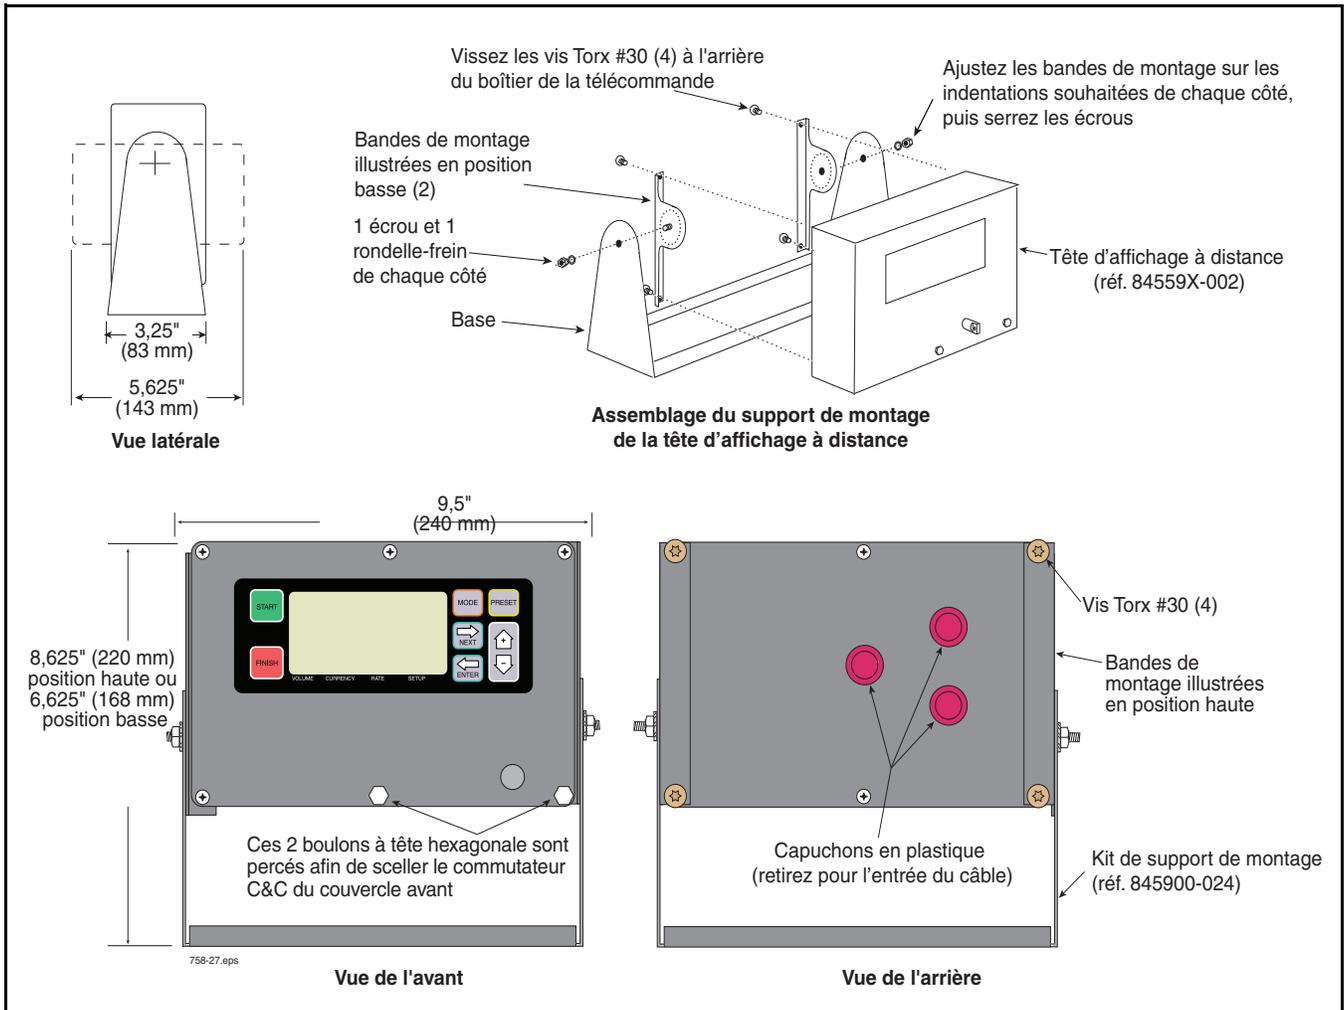
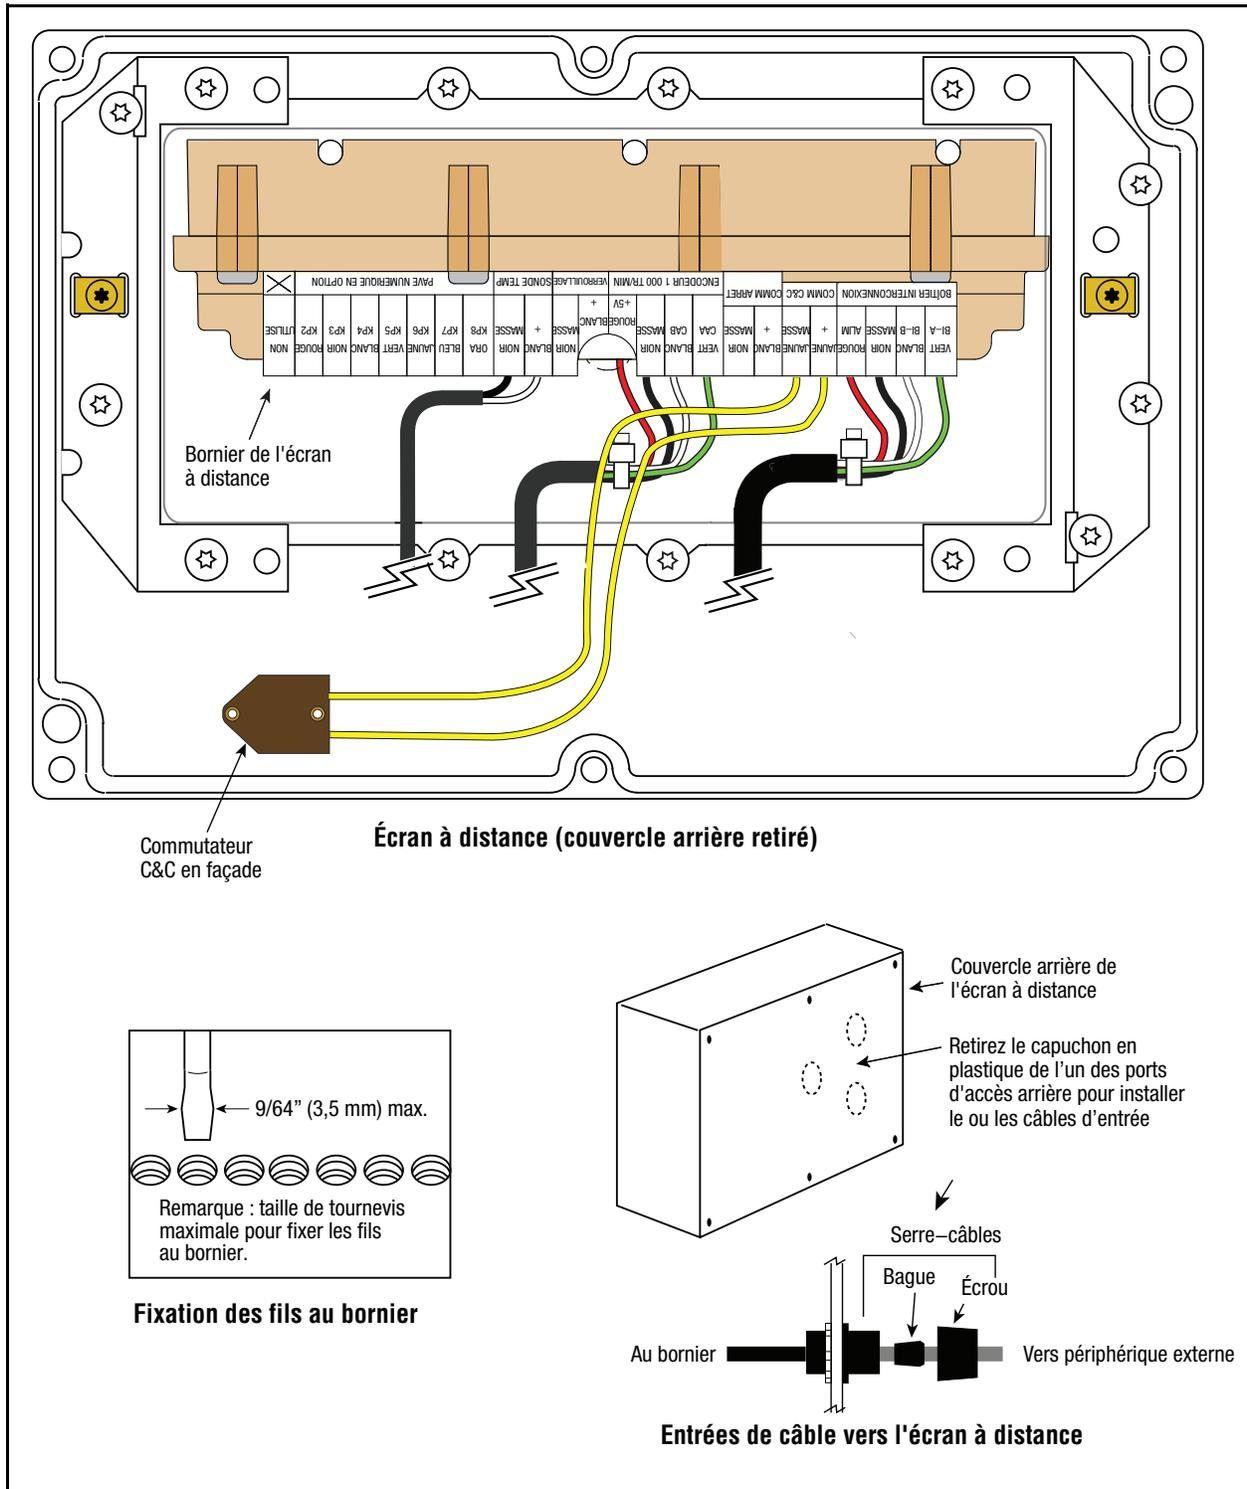

Figure 33. Assemblage de l'écran à distance
Figure 34. Connexions de l'écran à distance (couverture arrière retiré)
La Figure 33 présente l'assemblage d'écran à distance et la Figure 34 illustre comment câbler l'écran au boîtier d'interconnexion. Vous pouvez installer l'écran sur une paroi ou un tableau de bord d'un camion, un mur dans un bâtiment ou en extérieur dans un lieu dangereux. Utilisez des fixations appropriées dans des orifices pré-perçés de la base du support en option pour fixer le support à la surface de montage. Ajustez l'angle de l'écran en desserrant les boulons latéraux et en faisant pivoter l'unité dans la position souhaitée.
Respectez les précautions pour l'acheminement des câbles et les procédures abordées précédemment (page 24) pour la tête d'affichage montée sur le compteur pour connecter l'écran à distance au boîtier d'interconnexion. Les connexions des fils à l'écran à distance sont illustrées à la Figure 34. Installez un raccord serre-câble en option à l'arrière de l'écran à distance pour la sortie du câble. Les connexions des fils sur le BI sont réalisées sur les mêmes bornes du bornier inutilisé de la tête d'affichage.
2. Un commutateur C&C standard sur le panneau avant pour la tête d'affichage à distance (réf. Figure 34 à la page 42).